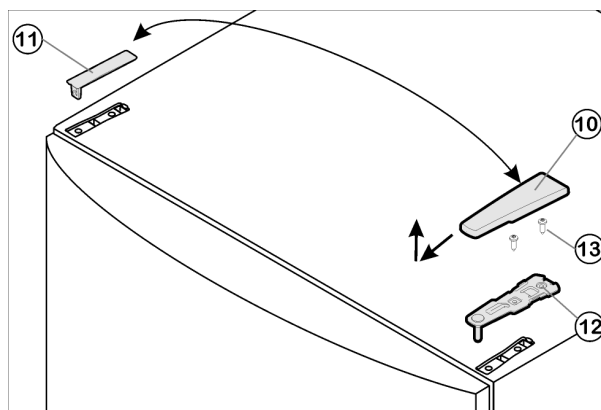

Fig. 4
- Крышку Fig. 4 (10) снимите движением вперед и вверх.
- Снимите крышку Fig. 4 (11).
- ▶ Открутите верхний опорный кронштейн Fig. 4 (12)(2 шт. Torx 25) Fig. 4 (13) и вытяните вверх.
- ▶ Установите верхний опорный кронштейн Fig. 4 (12) на новой стороне шарнира и защелкните в дверце.
- ▶ Прикрутите верхний опорный кронштейн Fig. 4 (12)(2 шт. Torx 25) Fig. 4 (13). При необходимости просверлите отверстия или используйте аккумуляторную отвертку.
- ▶ Защёлкните крышку Fig. 4 (10) и крышку Fig. 4 (11) на противоположной стороне.